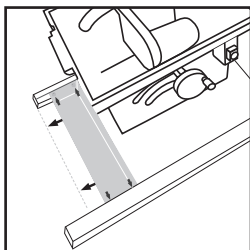

Abb. 1
- Richten Sie die Tischverlängerung mit dem Ende der hinteren Gleitschiene aus. **(Abb. 1)**